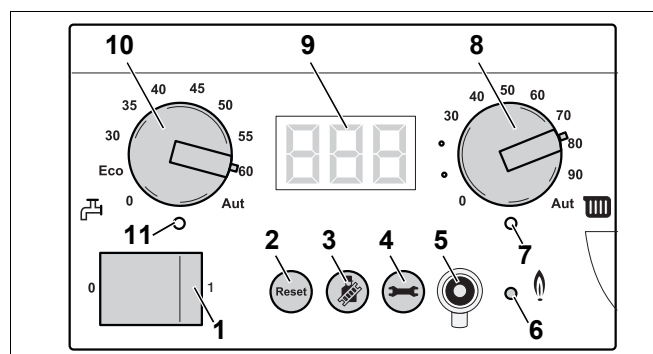

Bild 88 Grundkontroll BC10
- Koppla från värmeanläggningen med strömbrytaren på grundkontrollen Logamatic BC10 (bild 88, pos. 1).
- Koppla till värmeanläggningen med strömbrytaren på grundkontrollen Logamatic BC10 (bild 88, pos. 1).
- Tryck på knappen för skorstenssotning (bild 88, pos. 3) och håll den nedtryckt (ca två sekunder) tills punkten nere till höger på displayen (bild 88, pos. 9) visas. Se även tab. 9, "Avgastest", sidan 43 angående detta.
- När lysdioden för brännaren (bild 88, pos. 6) har tänts väntar du en minut tills värmepannan körs med full belastning.
- Tryck på knappen för skorstenssotning (bild 88, pos. 3) för att avsluta mätningen. Se även tab. 9, "Avgastest", sidan 43.